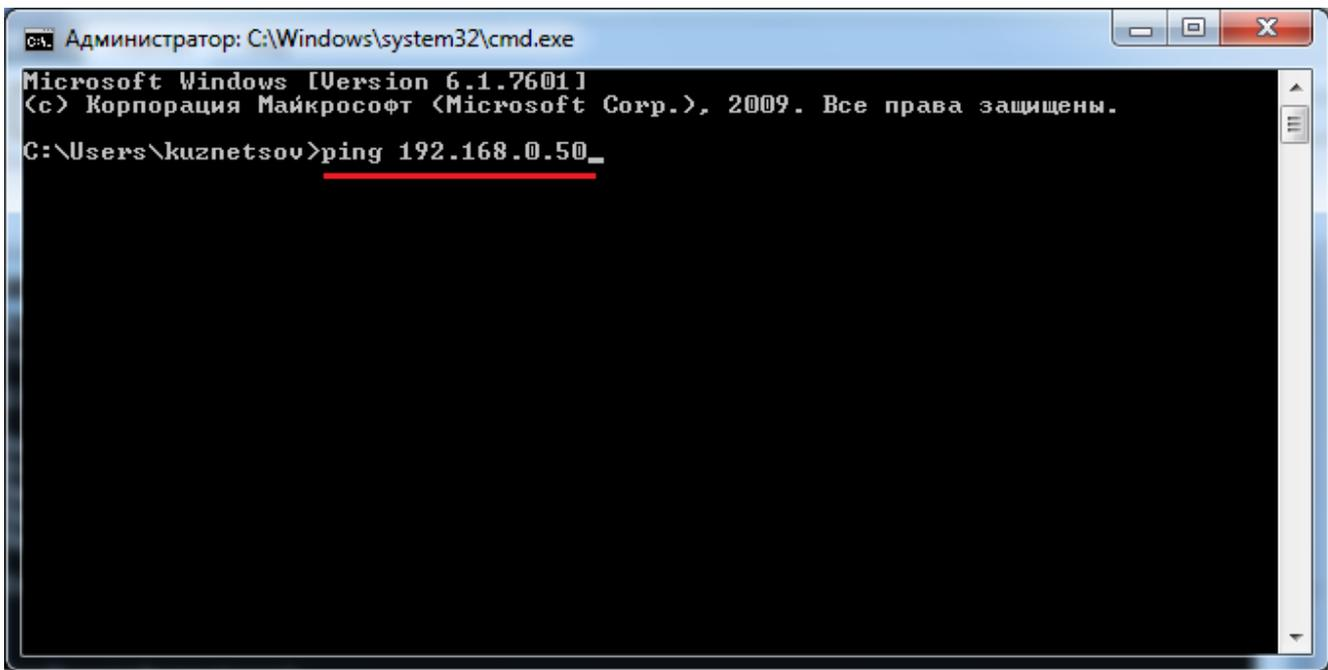

Рисунок 36. Окно «Администратор»
- нажать «**ОК**». В появившейся командной строке», см. Рисунок 36, вводим команду «**ping**», пробел и адрес контроллера «**192.168.0.50**»: